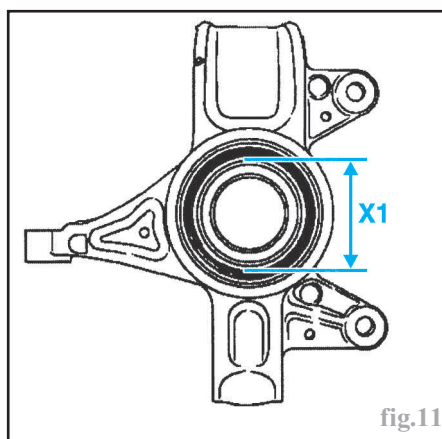

fig.11
- reposer le circlip et vérifier son positionnement en mesurant le diamètre intérieur «X1 = 67,6 mm» (fig.11),